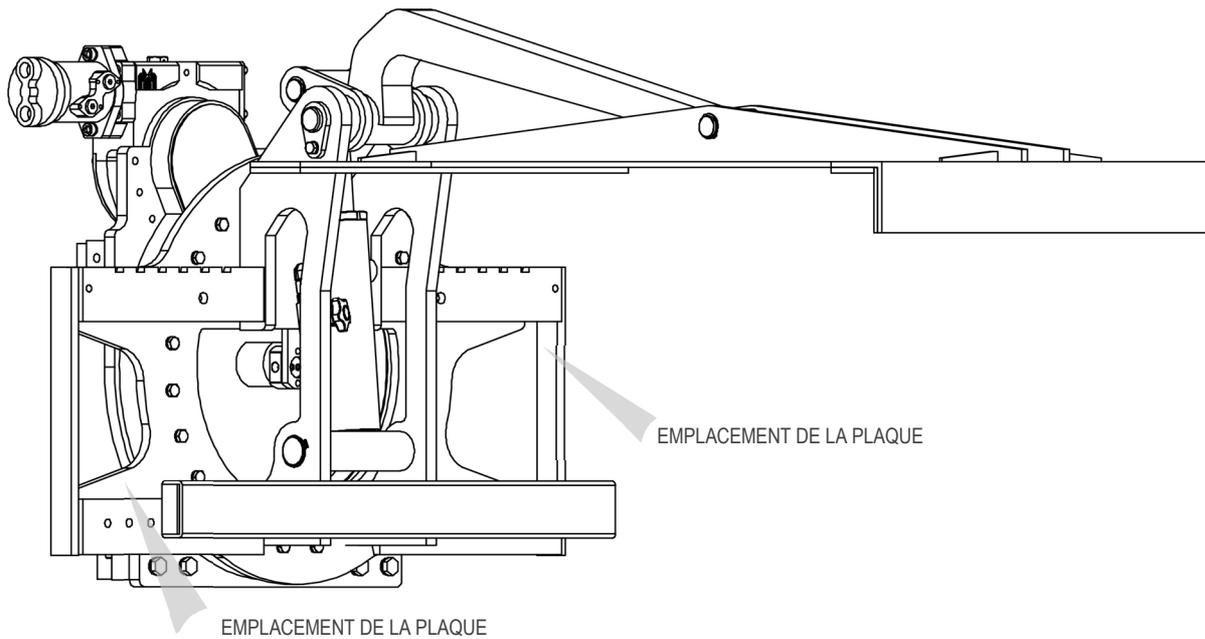

Figure 1
Tous les équipements A.T.I.B. – « BASCULEMENT DES PANIERS ROTATIFS 360° TYPE 213 » sont identifiés par une plaque adhésive (voir *Tableau 1*) placée sur l'équipement (voir *Figure 1*, dans laquelle les deux positions les plus courantes de la plaque signalétique sont affichées). Toujours se référer au numéro de série.
5. Pour la manutention, utiliser des courroies ou des chaînes correctement dimensionnées par rapport au poids de l'équipement indiqué sur la plaque signalétique (voir *Figure 1* et *Tableau 1* à la page 6).
11. Connecter le circuit hydraulique, en s'assurant que la pression de service des tuyaux est supérieure ou égale à celle indiquée sur la plaque signalétique (voir Figure 1 et le Tableau 1 à la page 6).
6. Pour la manutention, il faudra utiliser des courroies ou des chaînes correctement dimensionnées par rapport au poids de l'équipement indiqué sur la plaque signalétique (voir Figure 1 et Tableau 1 à la page 6).